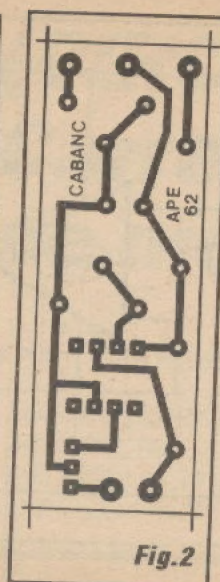

Fig. 2
- **FIG. 2 - LAY OUT DO CIRCUITO IMPRESSO ESPECÍFICO** - Pequeno e simples, o circuito impresso específico para a montagem do **CABANC** é de realização muito fácil, mesmo considerando que o caro leitor/hobbysta possa ser ainda um iniciante... O padrão cobreado (visto em negro, na figura...) encontra-se em tamanho natural (escala 1:1), podendo então ser diretamente *carbonado*, sem problemas... Devido à presença do integrado, com suas *perninhas* muito próximas umas das outras (consequentemente, com as ilhas respectivas muito *amontoadinhas* e pequenas...), recomenda-se o uso de decalques apropriados, ácido-resistentes, na traçagem (embora nada impeça que um hobbysta mais cuidadoso realize a dita traçagem com tinta/caneta apropriada...). Todas as *velhas recomendações* quanto à elaboração de circuitos impressos devem ser levadas em conta pelo realizador, inclusive no que diz respeito à rigorosa conferência final, importantíssima para a prevenção e eliminação de erros, lapsos, falhas ou *curtos*, ainda antes de se começar a inserção e soldagem dos componentes... Ao principiante, recomendamos uma leitura atenta às **INSTRUÇÕES GERAIS PARA AS MONTAGENS**, seção permanentemente encartada em **APE**, onde *importantes* subsídios práticos, dicas e informações complementares a respeito são encontradas...